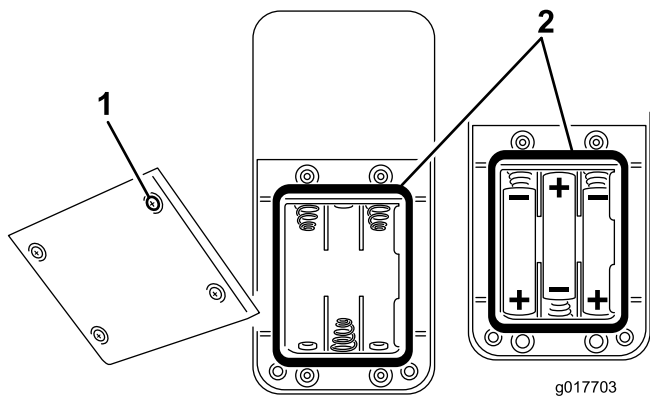

図 40
2. 空の電池ケースに新たに電池を取り付ける場合には、新しい単三電池3本をセットする。極性を間違えないように入れること; 図 40を参照。
3. 消耗した電池を新しいものに交換する場合には、古い電池を取り出して、新しい電池を入れる。極性を間違えないように入れること; 図 40を参照。